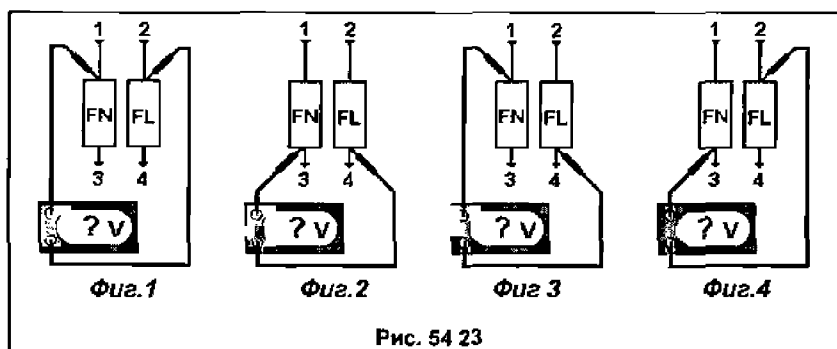

Рис. 54.23
Пусть надо проверить 2 предохранителя, установленных на нулевом проводе (FN) и на фазе (FL) так, как показано на схеме рис. 54.23. Питание подходит по нулевому проводу (1) и фазе (2). Выход на щит с электрооборудованием производится с точек 3 и 4.